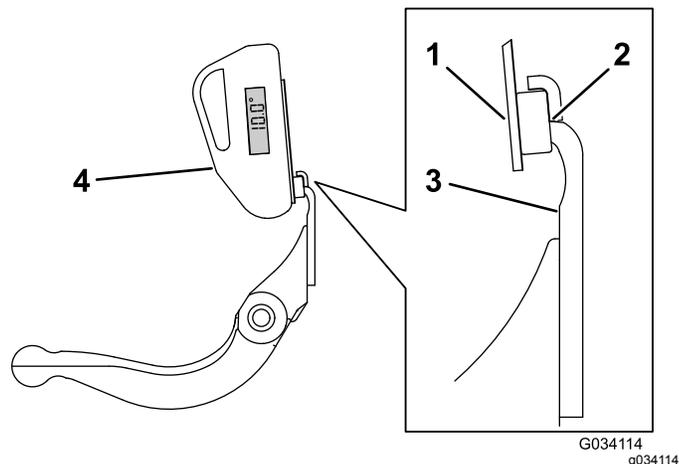

Рисунок 26
магнита совпала с кромкой неподвижного ножа (Рисунок 26).
4. Установите индикатор угла на крепление, как показано на Рисунок 26.